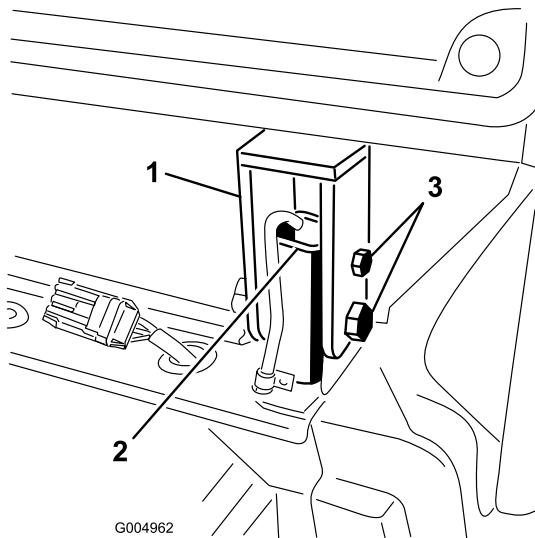

Bild 81
32. Nehmen Sie die Schrauben und Muttern ab, mit denen die hinteren Kabinenhalterungen an den Überrollsitzstreben befestigt sind (Bild 81).